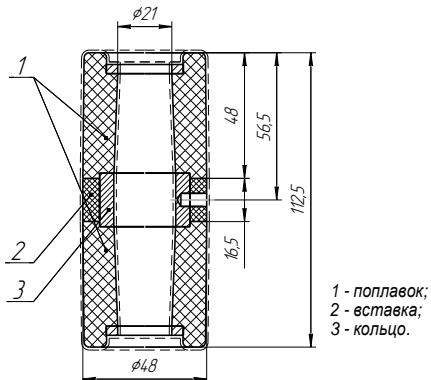

Рисунок 10
2.3.4 По заказу в преобразователе могут применяться поплавки уровня раздела сред (рисунок 10):